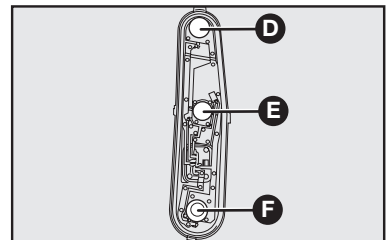

fig. 19
3) Quite la lámpara **D** (luz de giro), **E** (luz de posición/freno), o **F** (luz de marcha atrás) - **fig. 19**, empujándola ligeramente y girándola en el sentido antihorario.